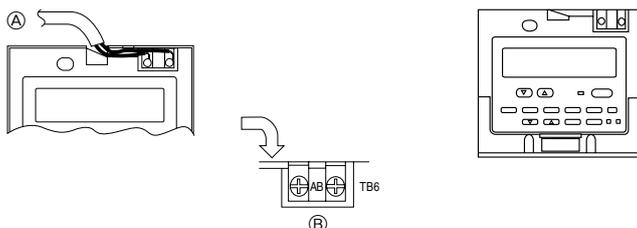

Fig. 7-8
2) Méthodes de connexion (Fig. 7-8)